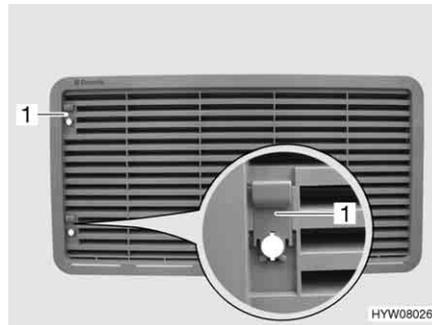

Fig. 166 Rejilla de ventilación del frigorífico (con corredera)
- Empujar la corredera (Fig. 166,1) hacia arriba.